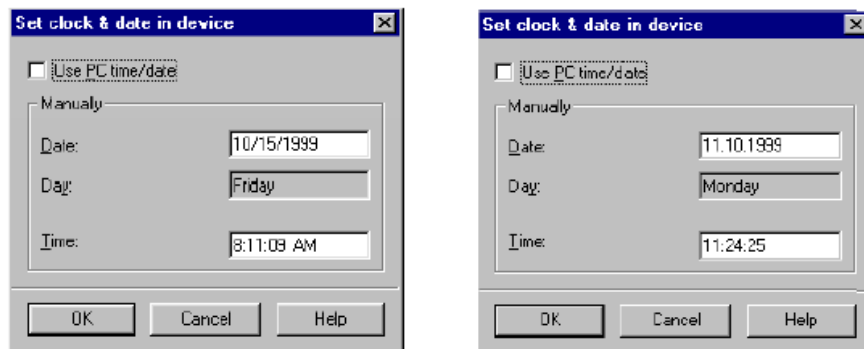

Рисунок 7-34 Диалоговое окно **Set clock & date in device** (Установка даты и времени в устройстве).
- Введите время и дату. Их формат зависит от региональных установок вашего ПК. См. Рис. 7-34.